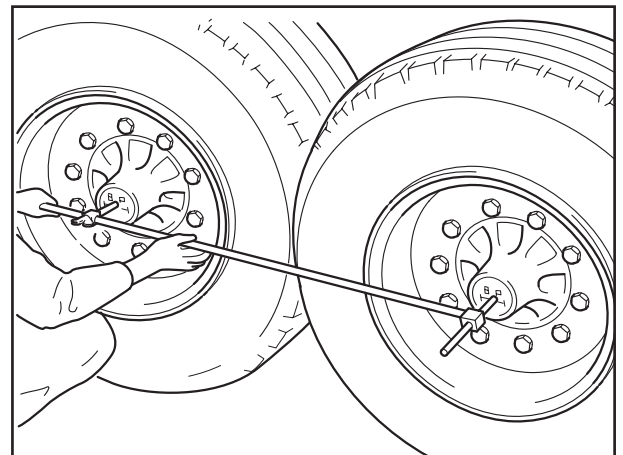

Fig. 8
- Bei neuen Nabenkapseln (eingepprägtes ® oder ECO unter dem BPW- Zeichen) (Fig. 8) Kapseln montieren, siehe Arbeitsschritt 13.
- Das Dreieck (Δ) im BPW-Zeichen liegt zentrisch, wenn unter dem BPW-Zeichen ein ® oder ECO eingepragt ist (Fig. 8).
- In the case of new hub caps (embossed ® or ECO under the BPW logo) (Fig. 8), install hub caps, see step 13.
- The triangle (Δ) in the BPW logo is located in the centre if an ® or ECO is stamped below the BPW logo (Fig. 8).
- En présence de nouveaux capuchons de moyeux poinçonnés avec un ® ou ECO sous le sigle BPW (fig. 8), monter ceux-ci selon opération 13.
- Sur les capuchons le triangle (Δ) dans le sigle BPW constitue le centré (fig. 8).